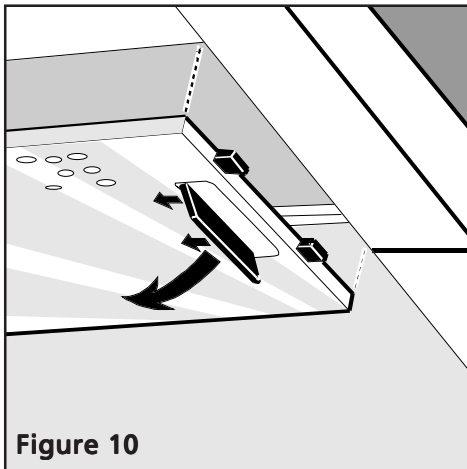

Figure 10
- Pousser simultanément au milieu et vers le haut les deux poignées S, puis sortir les filtres (Figure 10).